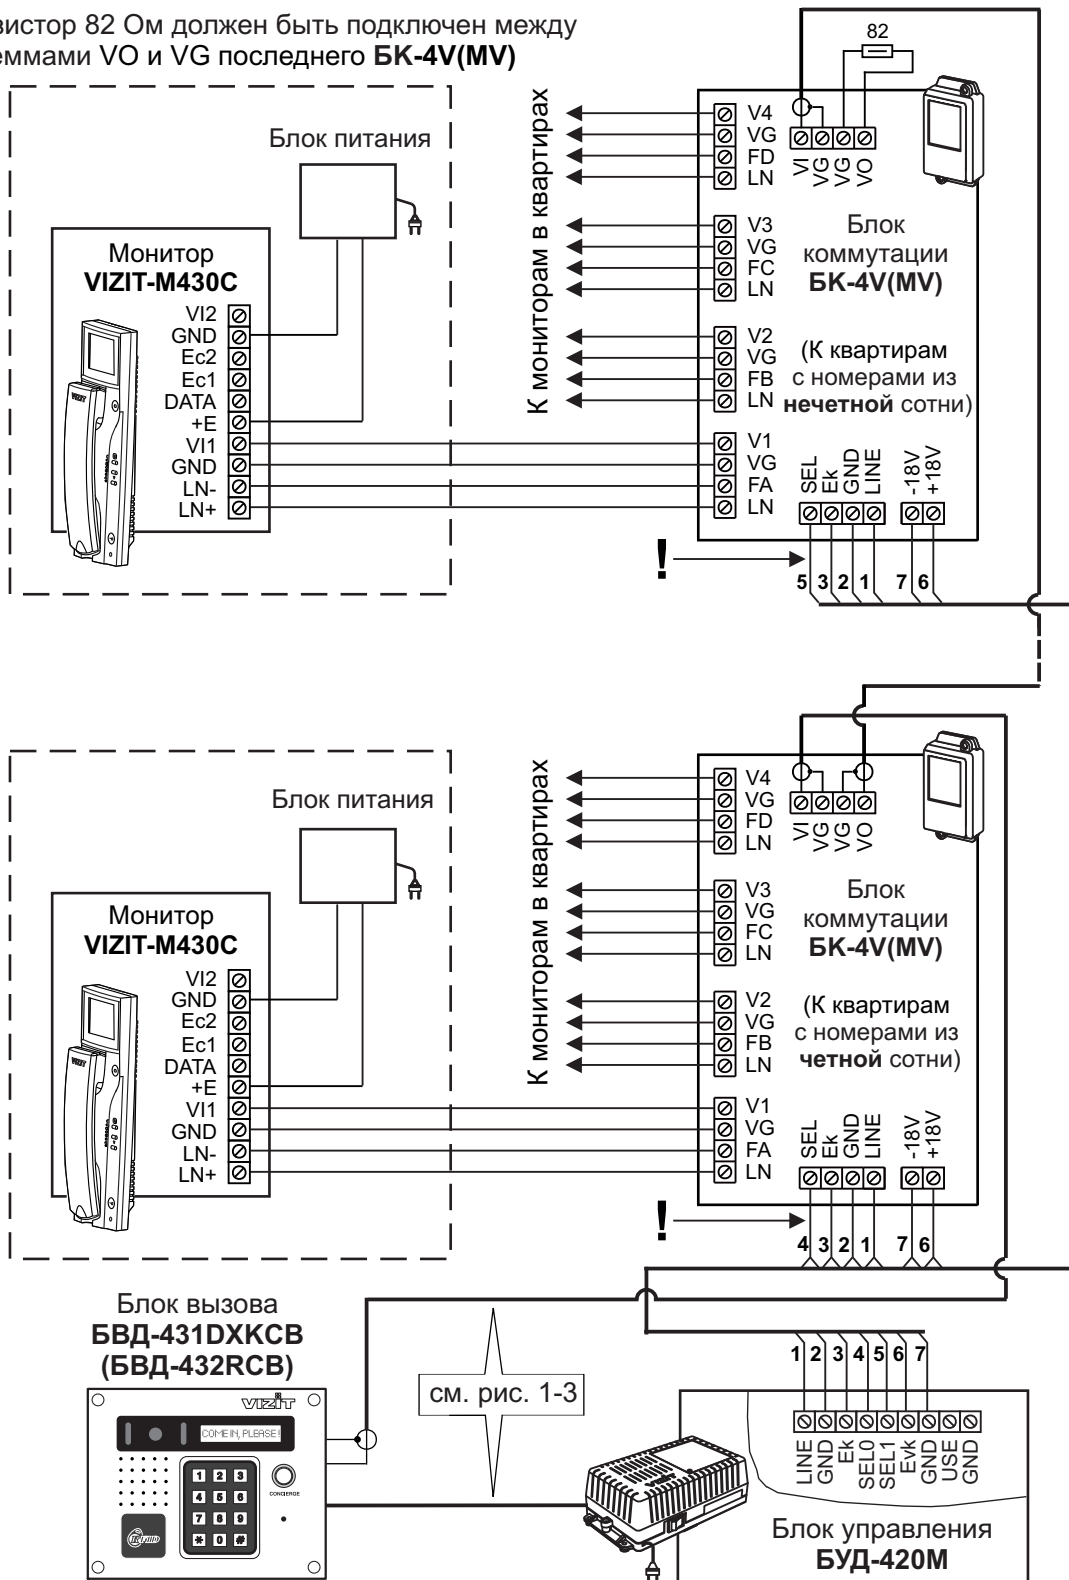

Рисунок 4 - Схема соединений блока управления **БУД-420М** с монитором **VIZIT-M430C** и блоком коммутации **БК-4V(MV)** в составе 200 квартирного видеодомофона
Магистральную линию видеосигнала между блоком вызова и блоками коммутации следует выполнять коаксиальным кабелем. К клеммам VO и VG последнего блока коммутации БК-4V(MV) или разветвителя видеосигналов PBC-4 необходимо подключить резистор 82 Ом (см. рисунок 4).